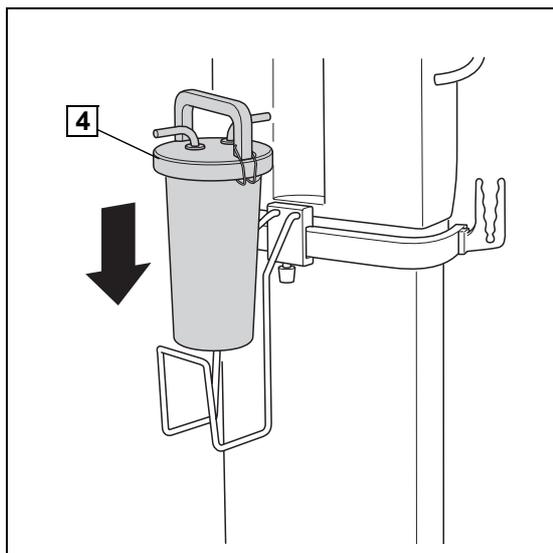

Fig. 28: Saugsatz einsetzen
- ☒ Saugsatz einsetzen an Sekretbehälterhalter (► Seite 31, Fig. 28).
- ☒ Saugsatz einsetzen an Sekretbehälterhalter (▶ Seite 31, Fig. 28).